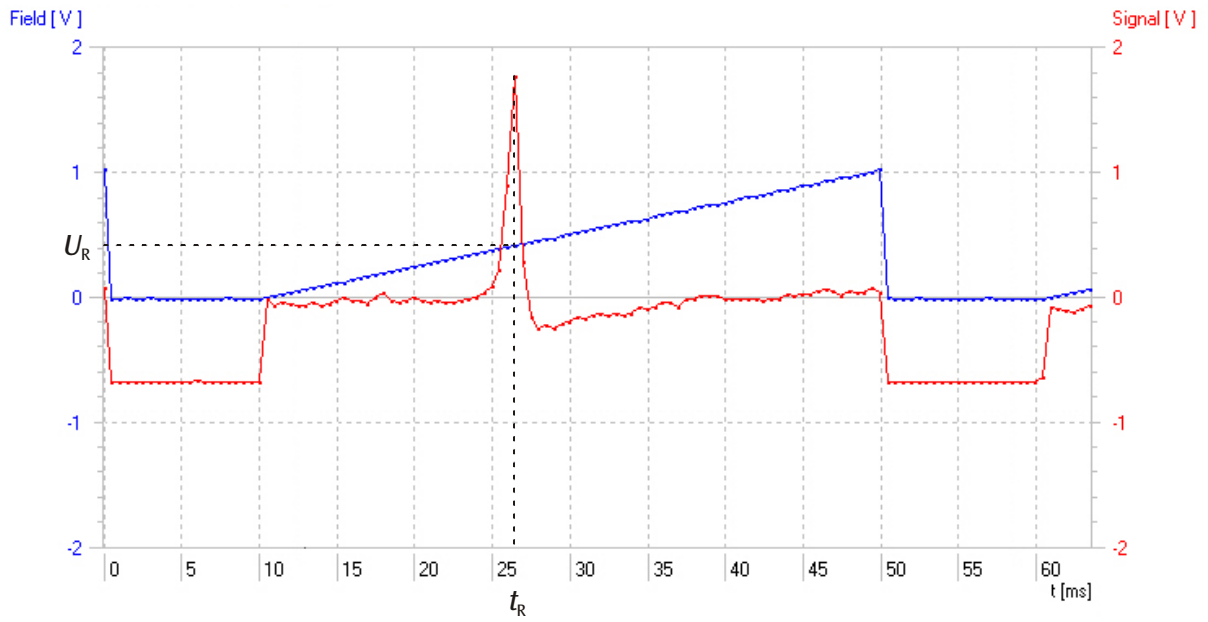

Fig. 6 Signalverlauf bei 40 MHz (rot: Absorptionssignal als Funktion der Zeit, blau: Spulenspannung als Funktion der Zeit)
- Resonanz-Spulenspannung U_R und zugehörige Resonanzfrequenz ν_R notieren (siehe Fig. 6).